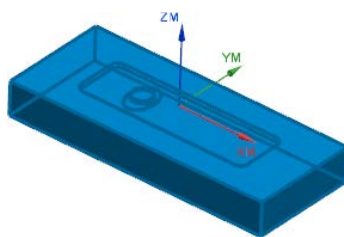

图 7.4 部件几何体
Step3. 在图形区中框选整个零件为部件几何体，如图 7.4 所示。在“部件几何体”对话框中单击 **确定** 按钮，完成部件几何体的创建，同时系统返回到“工件”对话框。